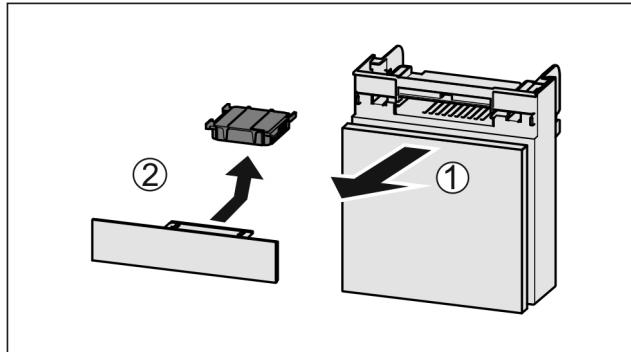

Fig. 61
- ▶ Вытянуть Fig. 61 (1) отделение движением вперед.
- ▶ Извлечь Fig. 61 (2) фильтра с активированным углем.